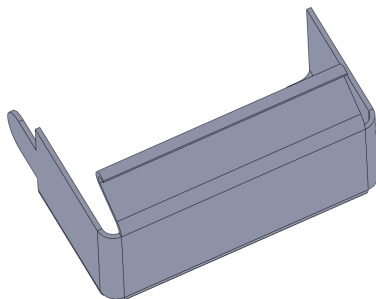

图 9-19 创建褶边特征效果
(4) 单击【确定】按钮, 即可创建褶边特征, 效果如图 9-19 所示。